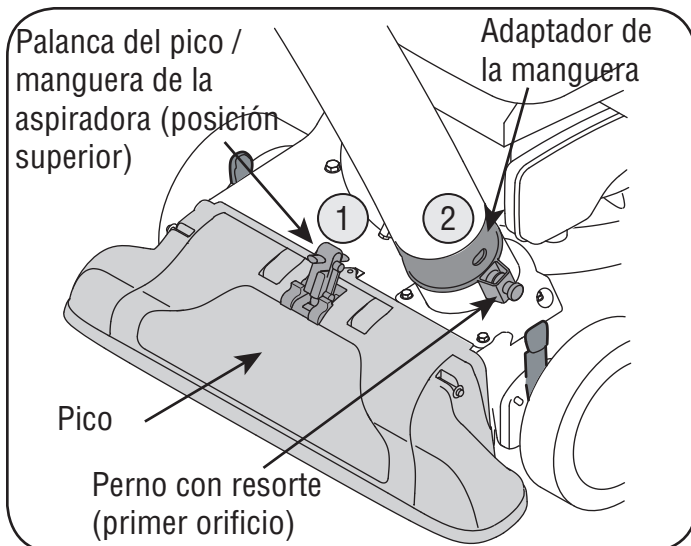

Figura 13
1. Coloque la palanca del pico / manguera de la aspiradora en la posición superior del pico para aspirar a través del mismo. Vea la figura 13.